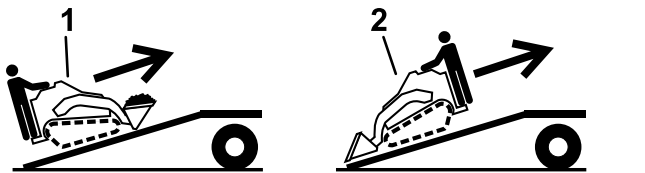

Bild 26
5. Fahren Sie beim Verladen auf den Anhänger mit dem schweren Ende der Maschine auf die Rampe und befördern Sie Lasten niedrig (Bild 26).